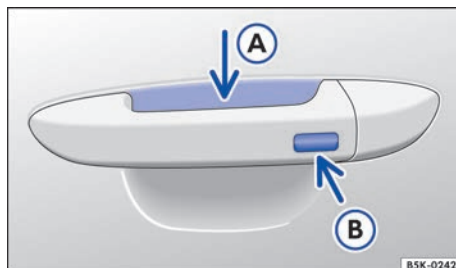

Fig. 51 Keyless Access: superfícies do sensor.
- Tocar o sensor → Fig. 51 (A) na parte interna da maçaneta da porta do condutor ou da porta do passageiro dianteiro.
- Tocar na superfície do sensor → Fig. 51 (B) na parte externa da maçaneta da porta do condutor ou da porta do passageiro dianteiro *uma vez*.
- Além disto, dentro de 5 segundos, tocar uma vez no sensor na parte externa da maçaneta da porta → Fig. 51 (B).
Para a **abertura de conforto** de todos os vidros elétricos empunhar a maçaneta da porta e manter pressionados, ao mesmo tempo, o sensor da parte interna da maçaneta → Fig. 51 (A) e a superfície do sensor (B).
Para o **fechamento de conforto** de todos os vidros elétricos manter um dedo durante alguns segundos sobre a superfície do sensor → Fig. 51 (B) no lado externo da maçaneta da porta do condutor ou do passageiro dianteiro.
Um forte jato de água ou de vapor pode ativar as superfícies dos sensores nas maçanetas se, ao mesmo tempo, uma chave do veículo válida estiver na área de aproximação. Se no mínimo um vidro estiver aberto e a superfície do sensor → Fig. 51 (B) em uma maçaneta da porta for ativada permanentemente, todos os vidros serão fechados. Se o jato de água ou de vapor se afastar brevemente da superfície do sensor → Fig. 51 (A) de uma maçaneta da porta e voltar a ser direcionado para ela, possivelmente todos os vidros se abrirão.